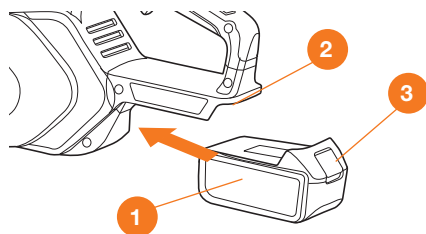

Рис. 7
- Установите аккумуляторную батарею **1** в разъем рукоятки пилы **2** до щелчка (Рис. 7).